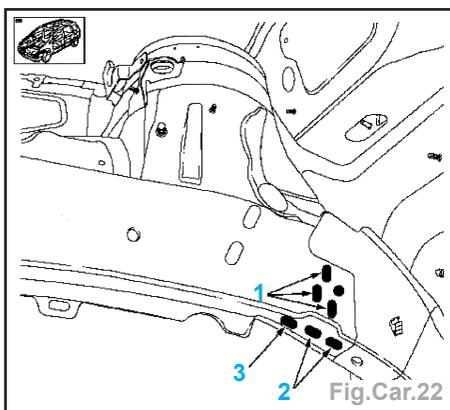

Fig.Car.22
- (1) trou existant
- (2) découpage
- (3) trou à faire
- Préparer le longeron (Fig.Car.22) :
- arrière gauche / arrière droit : 3 trous oblongs (1) (8x24mm),
- arrière gauche / arrière droit : 2 trous oblongs (2) (8x24mm),
- arrière gauche : un trou oblong supplémentaire (3) (8x24 mm).